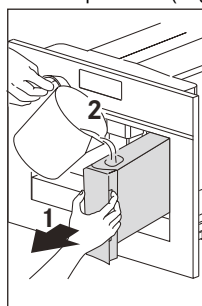
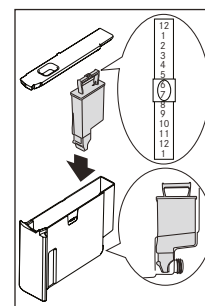

Fig. 11
Fig. 37
- Después de 5 segundos, la pantalla del aparato muestra el mensaje "FILL TANK" (llenar depósito). Extraiga el depósito de agua (Fig. 11), enjuague y llene con agua fresca sin exceder la línea MÁX. Vuelva a colocarlo y empuje hasta el tope. Se puede instalar un filtro descalcificador de agua en el depósito (Fig. 37).